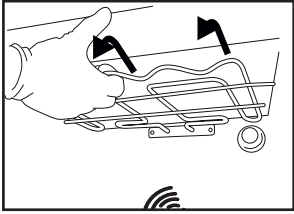

Fig. 1
2. Estrarre leggermente l'elemento riscaldante (Fig. 1) e abbassarlo (Fig. 2).